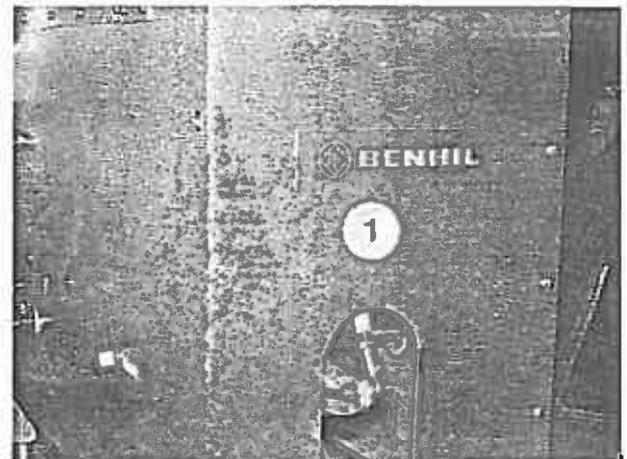

Bild 50
2. Vorderes Verkleidungsblech (Bild 50/1) abbauen.